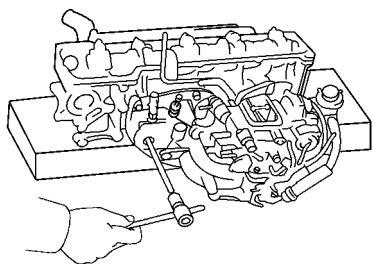

图 1-19 拆下进气歧管和垫片
3) 旋下 7 个螺栓，两个螺母，如图 1-19 所示，拆下进气歧管和垫片。